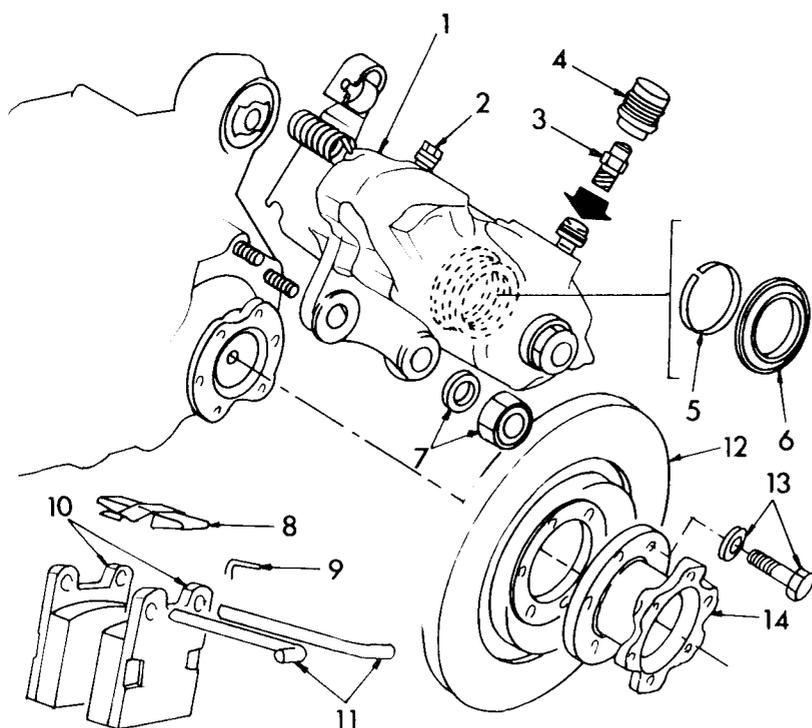
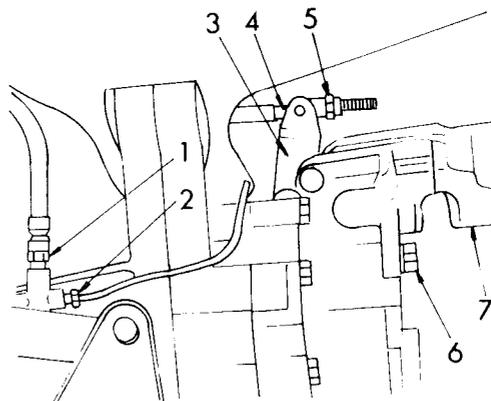

Bild 190
Bild 193
Im allgemeinen geschieht der Einbau der Bremsklötze in umgekehrter Reihenfolge wie der Ausbau. Man muss nur darauf achten, dass die Pfeile in den Bremsklötzen nach vorn weisen. Die Bremsklötze, zusammen mit dem Bremssattel, Bremsscheibe usw. sind in Bild 190 als Montagebild gezeigt und auf dieses Bild wird bei Unklarheiten verwiesen. Die
Die Staubschutzringe («6» in Bild 190) können jedoch nach dem Entfernen der Befestigungsringe (7) erneuert werden. Vor dem Ausbau die Bremsklötze ausbauen, wie es Kapitel 14.2.1 beschrieben ist. Bild 193 zeigt eine Ansicht eines eingebauten Bremssattels.